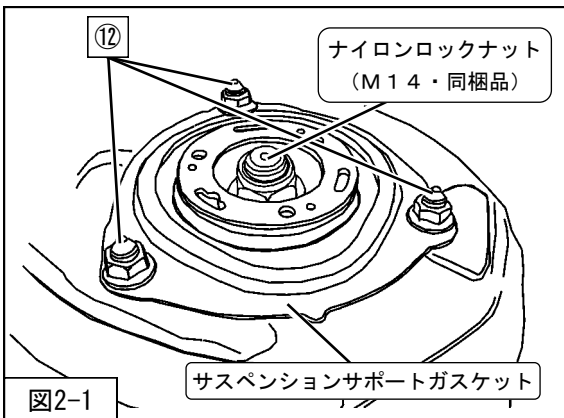

図2-1
を車両に取付けてください。（図2-1）
3. ナイロンロックナット（M14・同梱品）（締付トルク：47N・m）を本締めしてください。（図2-1）
4. ⑩ダストカバー